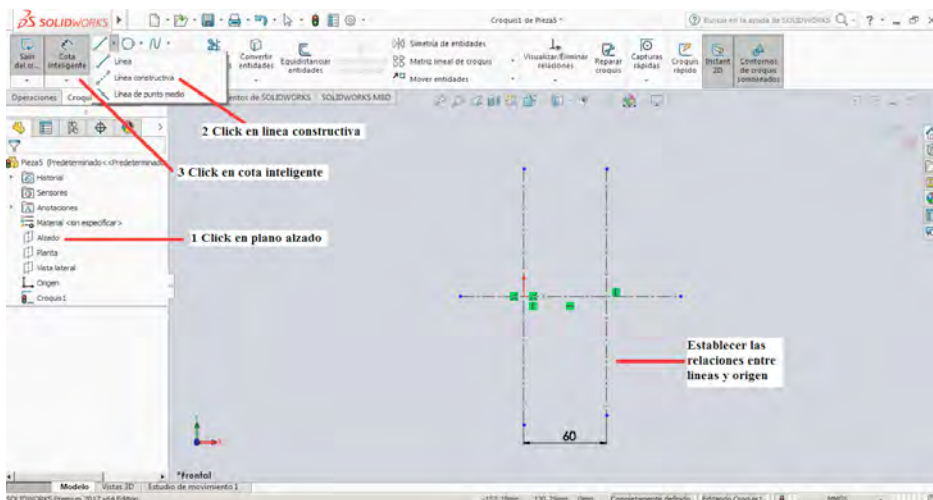

Figura 2-15
2. Click sobre **Línea Constructiva**, esta herramienta permitirá fijar algunos elementos de la geometría de referencia que se pretende construir, es importante en el desarrollo del procedimiento que se realicen las relaciones entre las líneas y el origen mostradas en la figura 2-15
3. Click en cota inteligente y se realiza la medición de las cotas conforme se muestra en la figura 2-15